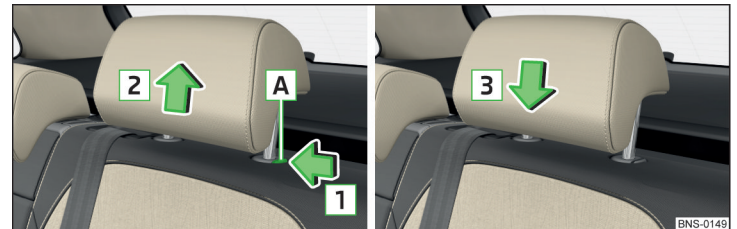

Abb. 85 Kopfstütze der zweiten Sitzreihe herausnehmen/einsetzen
- Die Sicherungstaste **A** in Pfeilrichtung **1** halten und die Stütze in Pfeilrichtung **2** herausnehmen » **Abb. 85**.